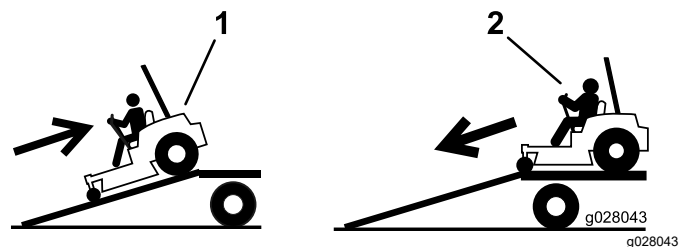

Figure 44
4. Montez la rampe en marche arrière (Figure 44).
2. Descendez la rampe en marche avant (Figure 44).